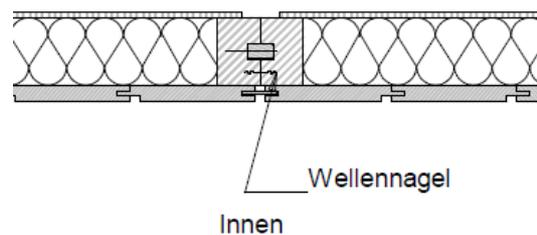

Abbildung 9
12. Wandelemente zusammenschieben und mit Wellennagel sichern (Abbildung 9).
- ☞ Die Verbindung der einzelnen Deckenelemente erfolgt ebenso wie die der Wandelemente (Wellennagel, siehe Abbildung 9, Seite 7).